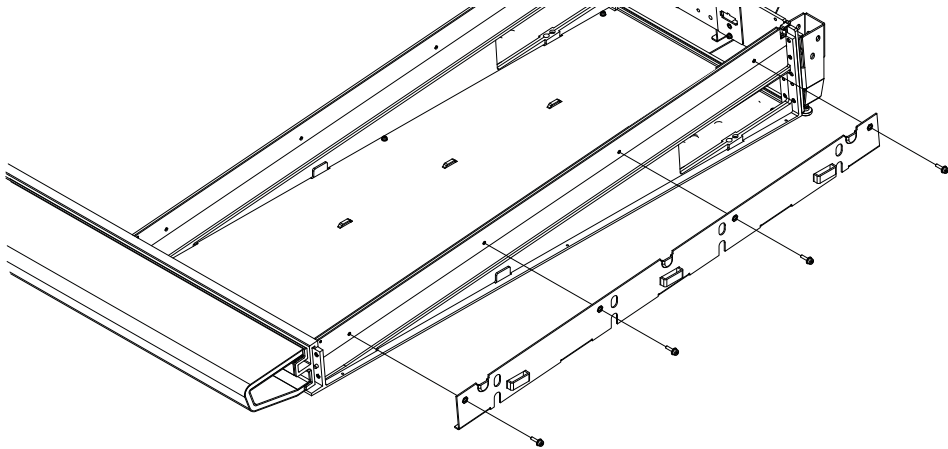

图 31 装配右侧面板安装板
- 3 将右侧安装板固定到机架的右端，并确保正确设定其方位（见图 31）。